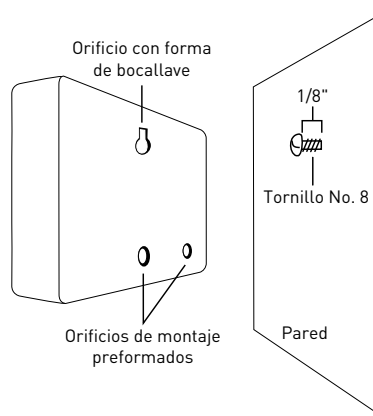

Figura 2: Cuelgue el temporizador con un tornillo en el orificio tipo cerradura.
- Deslice el temporizador sobre el tornillo sobresaliente (con la ranura con forma de cerradura en la parte posterior del temporizador). Consulte la figura 2
- Coloque un tornillo No. 8 a través de uno de los dos orificios preformados ubicados en el gabinete posterior inferior. Consulte la figura 2